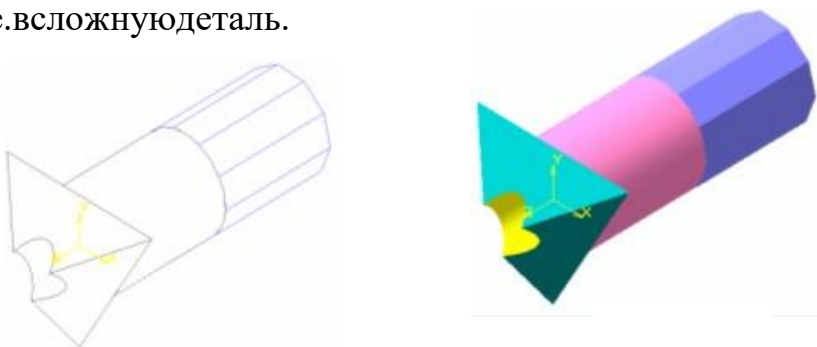

Рис.100
**УПРАЖНЕНИЕ №1.** Моделирование сложного геометрического объекта (рис. 100, 101).
7. Выполняем построение эскиза отверстия аналогично построению цилиндра (форма объектов одинакова) см. упражнение №1 лаб. раб. №7 указав радиус окружности основания отверстия 10 мм (см. п.7-1, получим эскиз на рис. 100) и параметр глубины отверстия (цилиндра) – Через все, т.е. через всю модель (см. рис. 101). Вместо команды Операция выдавливания, указанной в п.9 выполняется команда Вырезать выдавливанием . Параметры у команд одинаковы.